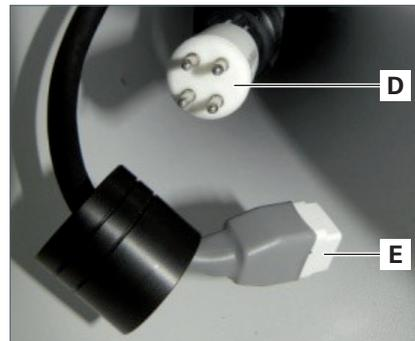

Fig. 3: Enfiler la douille de tube sur le culot.
6. Tenir le culot **D** et enfichez la douille de tube **E** sur le culot, voir Fig. 3.